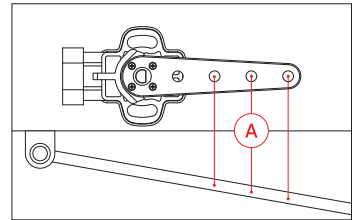

Abb. 6: Befestigungspunkt Koppelstange
1. Befestigen Sie den Sensor am Fahrzeug und stellen Sie den Sensorarm in Mittellage. Trennen Sie die Luftleitung von dem Luftbalg und heben Sie die Aufhängung mithilfe eines Getriebehebers bis zum unteren Endanschlag des Fahrwerks an. Messen Sie den Abstand [A] von dem Sensorarm bis zum gewählten Befestigungspunkt der Koppelstange (Abb. 6). Achten Sie darauf, dass die Befestigungspunkte für den gesamten Verfahrweg des Fahrwerks/Fahrzeugs geeignet sind.